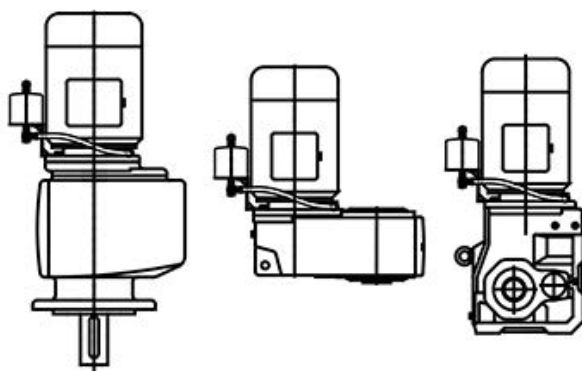

Figura 18: Poziția vasului de expansiune pentru ulei
Vasul de expansiune pentru ulei trebuie montat vertical, cu cablul de conexiune dispus în jos și cu șurubul de aerisire în sus. Rezervorul trebuie instalat la o înălțime cât mai mare. Pentru propuneri privind poziția vasului de expansiune pentru ulei consultați Figura 18. Aveți în vedere faptul că, la forma constructivă M4 cu poziția cutiilor de conexiuni, nu este posibil montajul vasului de expansiune pentru ulei în poziția 2.
2. Montați vasul de expansiune pentru ulei conform Figura 18. Orientați-l astfel paralel față de arborele motorului.